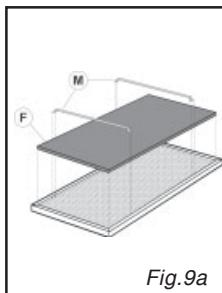

Fig.9a
Enlevez les filtres à charbon panneaux (F) et les arrêtes (B) qui se trouvent sur les filtres à graisse (Fig.9a - 9b).